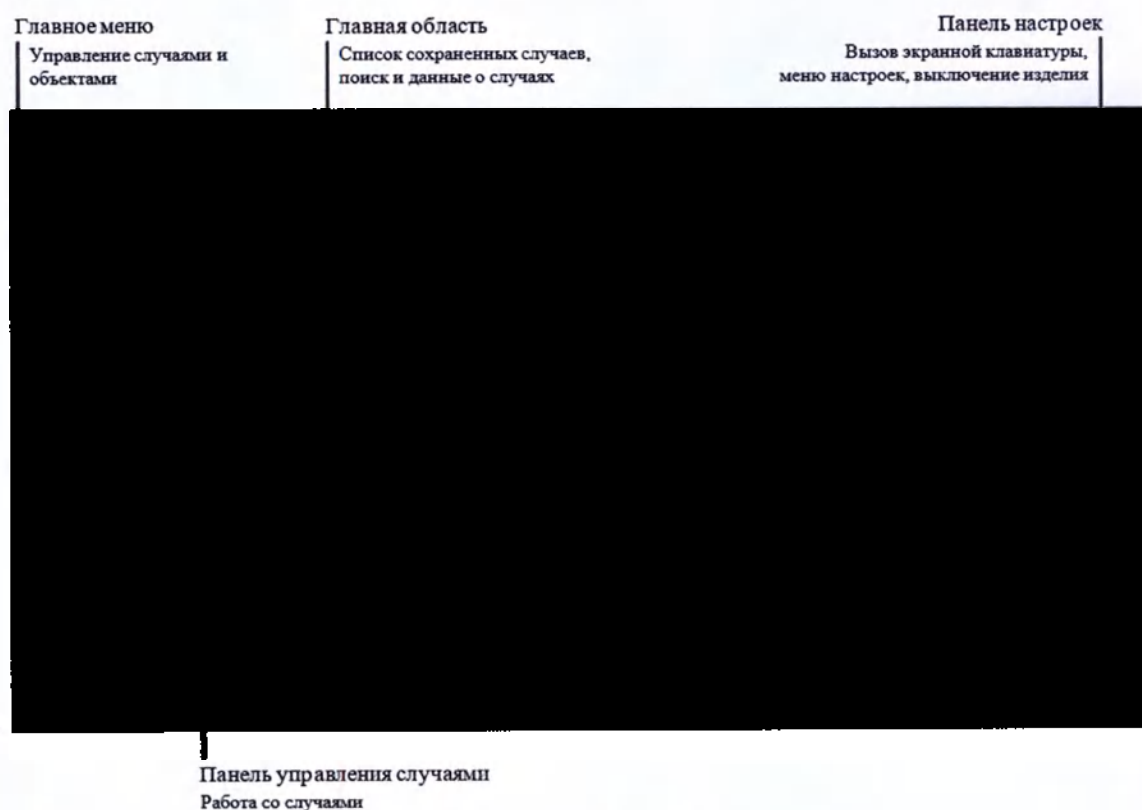

Рисунок 3.1. Главное окно интерфейса пользователя
3. После загрузки появится главное окно интерфейса пользователя для начала работы с оборудованием (рисунок 3.1).
Для выключения изделия используйте кнопку Φ , расположенную на панели настроек интерфейса пользователя (рисунок 3.1).
Работа со случаями происходит в главном окне интерфейса изделия (рисунок 3.1).